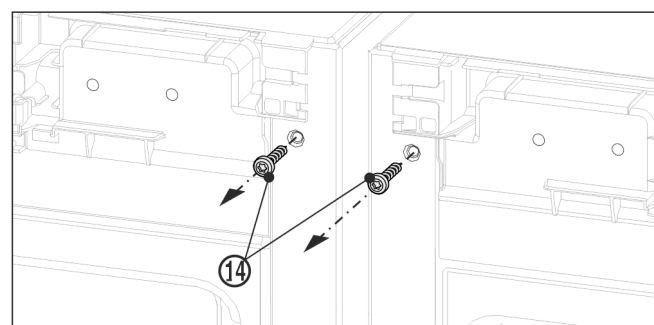

Fig. 9
- Prima di montare la squadretta superiore, svitare le due viti di messa a terra Fig. 9 (14).